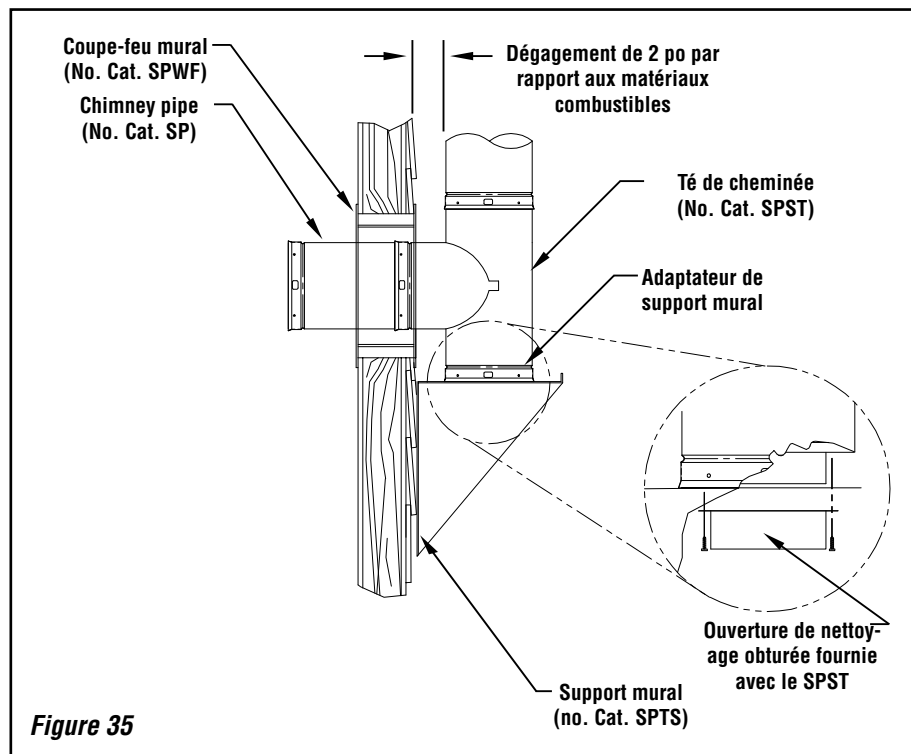

Figure 35
3. Un coupe-feu mural (SPWF) en 2 parties doit être installé dans l'ouverture encadrée depuis l'extérieur. La partie en acier inoxydable est d'abord installée à partir de l'extérieur de l'ouverture. Enfoncez l'autre moitié dans l'ouverture depuis l'intérieur jusqu'à ce que la plaque affleure le montant. Utilisez quatre (4) vis à bois 10 x 2-1/2 po pour fixer l'ouverture (**figure 35**). Étanchéifiez la plaque extérieure avec du produit d'étanchéité RTV ou similaire.